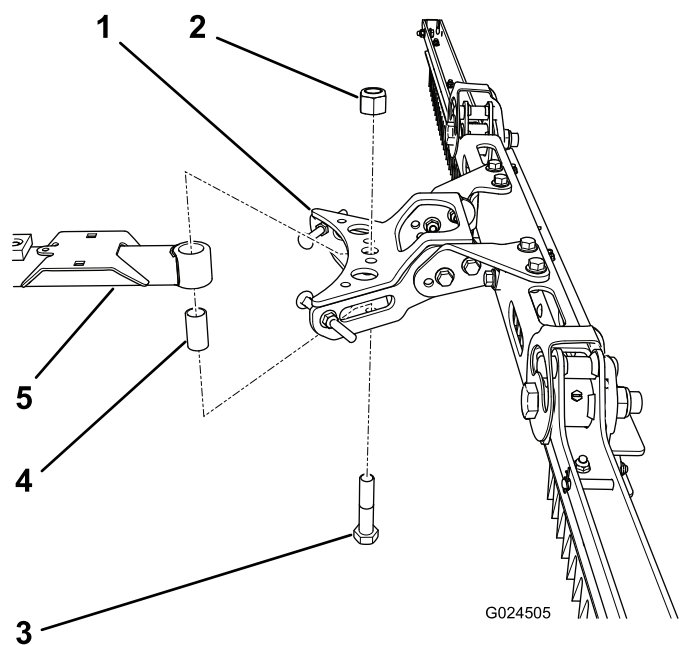

Рисунок 7
1. Вставьте длинную проставку в отверстие в задней части буксировочной штанги (Рисунок 7).